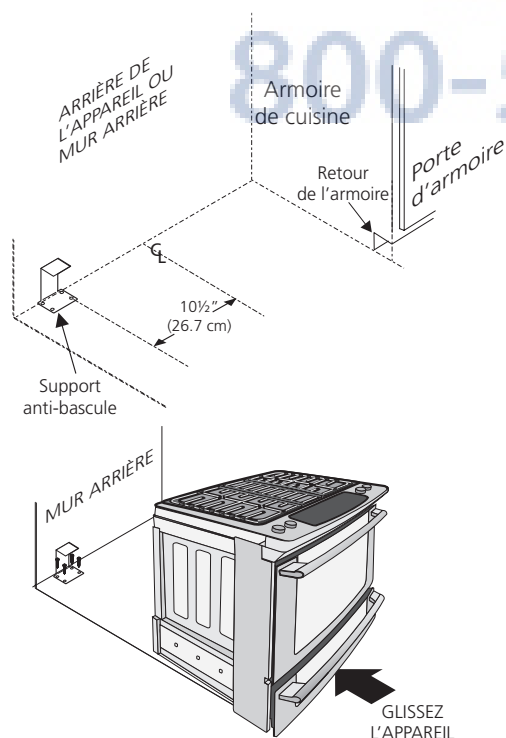

Figure 17
2. Dépliez le gabarit de papier et placez-le à plat sur le plancher, l'avant et les extrémités des côtés exactement sur la ligne préalablement tracée (utilisez le diagramme ci-dessous pour localiser le support anti-basculé si le gabarit de papier n'est pas disponible (Figure 17)).